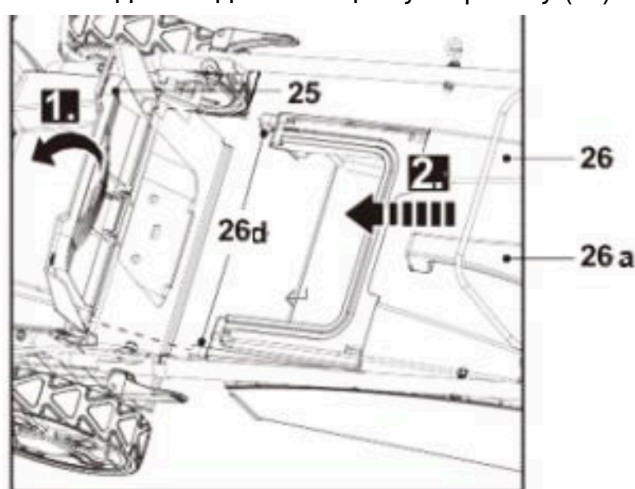

Рис. 5
3. Откройте заднюю защитную крышку (25) и удерживайте ее в таком положении (рис. 5, пункт 1).
5. Совместите крючки (26d) с пазами и повесьте на них травосборник (рис. 5, пункт 2).
6. После этого осторожно освободите заднюю защитную крышку (25).